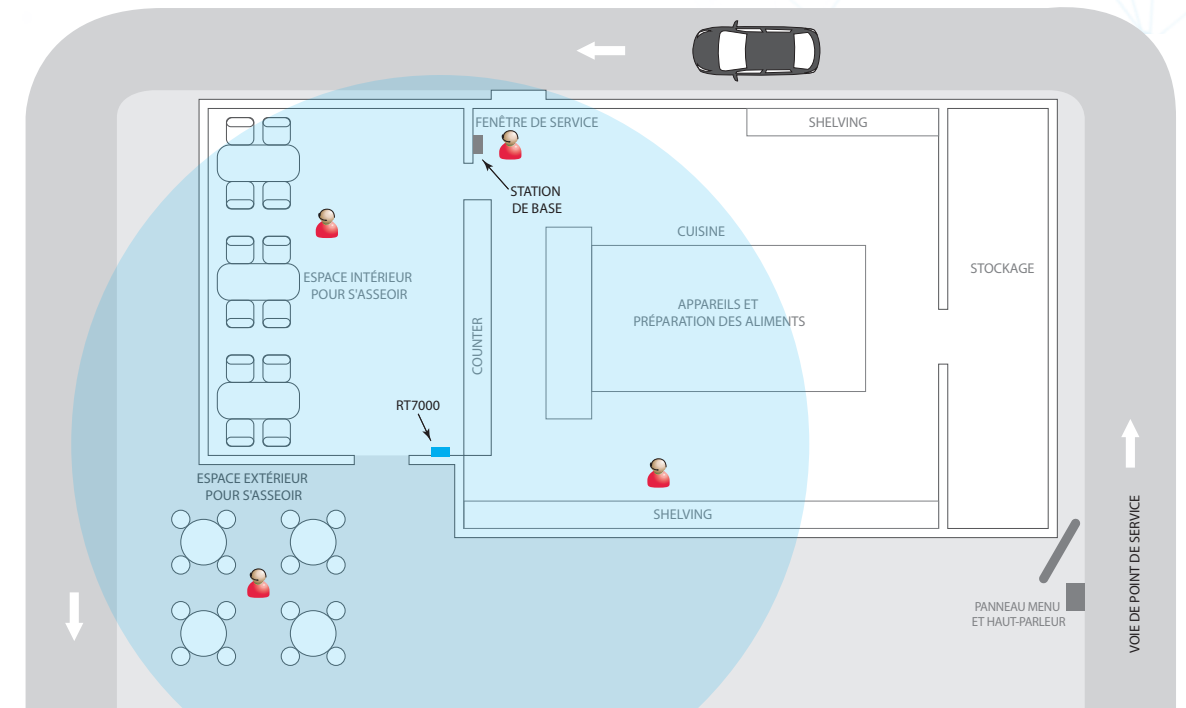

Fig. 1.3
- Le choix d'un bon emplacement de montage du RT7000 (émetteur-récepteur) est essentiel (voir l'étape 5, les Fig. 1.3, 1.4 et les Notes sur les composants à la page 3 pour plus de détails).
- 5** **Étape essentielle :** Montez sans serrer le RT7000 dans un endroit central pour une couverture optimale (jusqu'à ce que la portée soit testée aux étapes 9 et 10 à l'aide de l'assistant d'installation). Par exemple, remarquez les Fig. 1.3 et 1.4. Elles montrent deux agencements différents de magasins avec des zones ciblées spécifiques où les casques sont principalement utilisés. Dans ces exemples, l'emplacement choisi pour le RT7000 (représenté par le petit rectangle bleu) offrirait la meilleure couverture, indiquée par les zones encadrées en bleu. Chaque magasin a exigé que le RT7000 soit monté à un endroit différent, mais central, afin de fournir la meilleure couverture globale, propre aux besoins du magasin. La disposition du magasin et les obstructions ont également affecté l'emplacement et la plage. (voir "Component Notes" on page 3 pour plus de détails sur l'emplacement du RT7000).